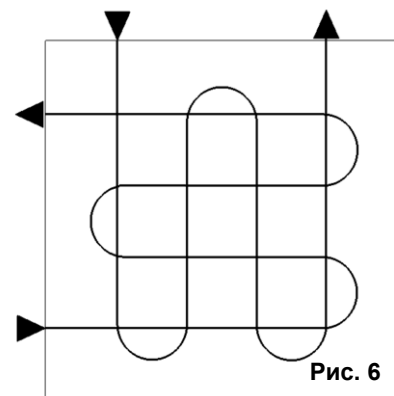

Рис. 6
- Для обеспечения равномерного покрытия не следует перемещать краскопульт слишком быстро или слишком медленно. При быстром перемещении слой покрытия получится очень тонким, а при медленном слишком толстым. (См. Рис.6,7).